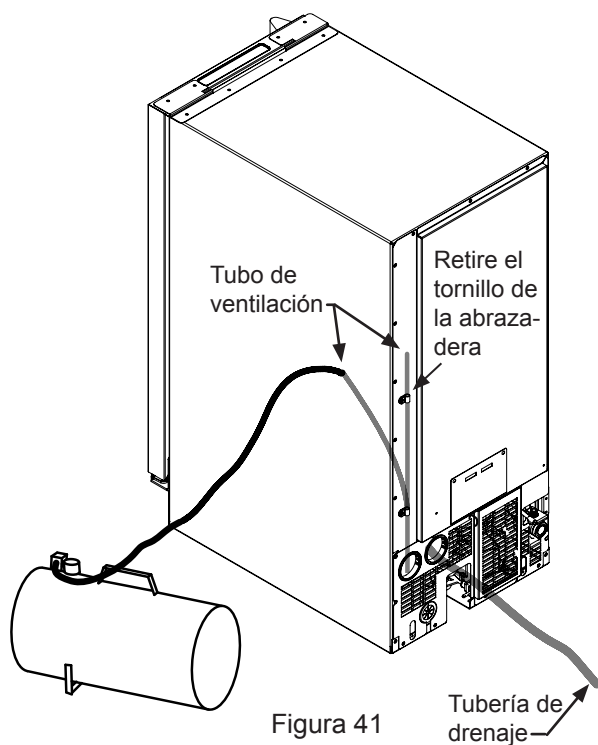

Figura 41
15. Aplique aire comprimido (aproximadamente 10 psi) en el extremo del tubo de ventilación. Esto eliminará el agua restante de la bomba y la tubería de drenaje (vea la Figura 41).